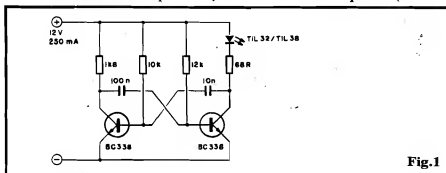

Fig.1
- FIG. 1 - O CIRCUITO DO MÓDULO EMISSOR (BIVEP-E) - Simples, direto, super-econômico, sem perda das desejadas características... Um flip-flop (multivibrados ASTÁVEL) estruturado sobre dois transistores comuns, tipo BC338 (dentro da série "BC", eles mostram capacidade de Corrente e Potência um pouco superiores aos "manjados" "548"...), com Frequência de oscilação determinada basicamente pelos valores dos capacitores de realimentação (100n e 10n) e dos resistores de base (que, simultaneamente, fazem parte das rdes RC responsáveis pelas Constantes de Tempo do circuito), 10K e 12K... Observem alguns pontos: o transistor da esquerda (no dia-
grama da fig. 1) tem, como carga de coletor, um simples resistor de 1K8, mas o da direita aciona, também via coletor, um LED especial, tipo infra-vermelho (TIL32 ou TIL38...), através da moderada limitação de Corrente imposta por um resistor de 68R. Aparentemente, num cálculo direto à luz da "velha" Lei de Ohm, sob os 12 VCC recomendados para a alimentação, tanto o LED infra-vermelho, quanto o próprio BC338 que o aciona, estariam trabalhando com excesso de Corrente (e "deveriam queimar"...). Isso, na prática, não ocorre, devido a um simples truque: a proposital assimetria dos estados "ligado-desligado" em cada "lado" do ASTÁVEL, faz com que um tempo muito curto de "acendimento" (invisível...) do LED infra-vermelho ocorra, a cada ciclo completo da oscilação... Dessa forma, embora a Corrente instantânea sobre LED e Transistor seja relativamente elevada, a Corrente média é - na verdade, baixa, inferior aos limites "aguentáveis" pelos ditos componentes! Assim conseguimos quase "tirar água de pedra"...! O feixe infra-vermelho toma-se forte (para garantir bom alcance e sensibilidade ao sistema da BIVEP...) porém os componentes não sofrem uma dissipação excessiva, nem altas Correntes são drenadas da alimentação geral! 12V, sob modestos 250mA, são mais